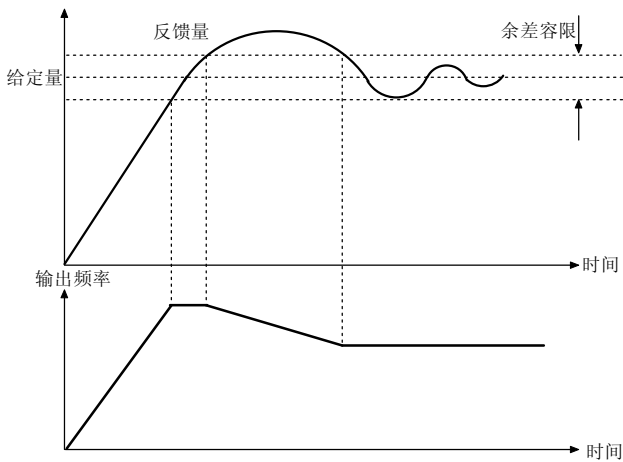

图 5-7-1 余差容限示意图
- u 当反馈和设定的差值低于PID余差容限设定值时，PID控制器暂停调整，变频器维持当前的输出。如图5-7-1所示。
- u 模拟PID时,余差容限设定P7.09为物理量的绝对值，要与量程匹配，转速PID时余差容限设定P7.09为转速。如图5-7-1所示：